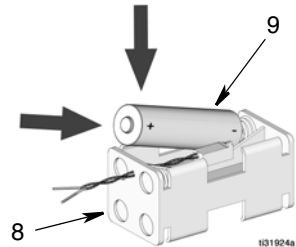

FIG. 10
3. Quite las 4 pilas alcalinas AA del compartimento de pilas (8). Deshágase de las pilas en un contenedor de residuos para pilas homologado.
4. Instale 4 pilas alcalinas AA nuevas (9) en el compartimento de pilas (8) como se observa en FIG. 10. Asegúrese de insertar las pilas bien en el compartimento.